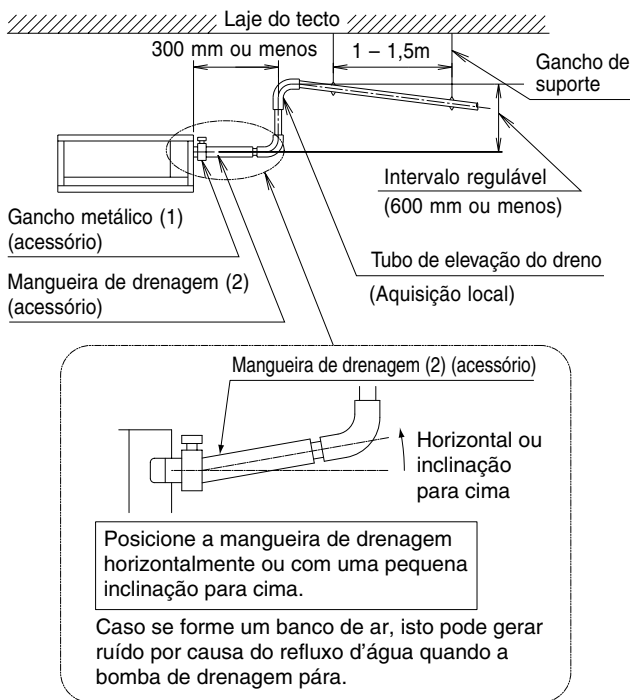

Fig. 13
- Coloque horizontalmente a tubagem de elevação da drenagem e certifique-se de que não fica a mais de 300 mm da unidade. **(Consulte a Fig. 13)**